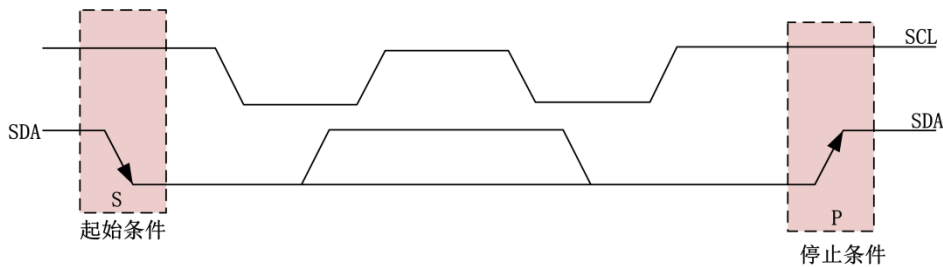

图 6.3 起始和停止条件
在 I2C 总线中，唯一被定义为起始 (S) 和停止 (P) 条件的情况如图 6.3 所示。